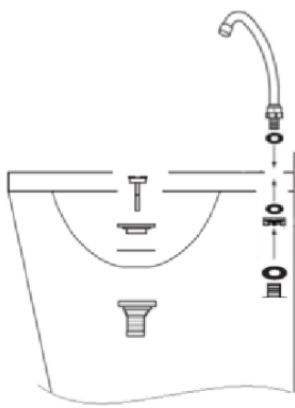

Fig.8
- Monte el grifo giratorio de cuello de cisne, coloque la junta en la entrada roscada del grifo giratorio y enrosque el reductor macho/hembra de latón 3/4" x 1/2". A continuación, monte también la válvula de vaciado según la Fig. 8.